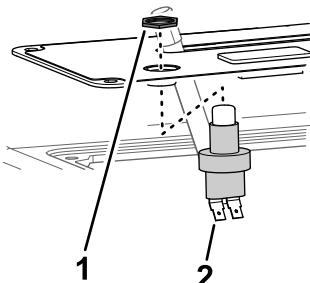

Рисунок 5
3. Установите переключатель на крышку панели управления с помощью зажимной гайки и затяните зажимную гайку от руки (Рисунок 5).